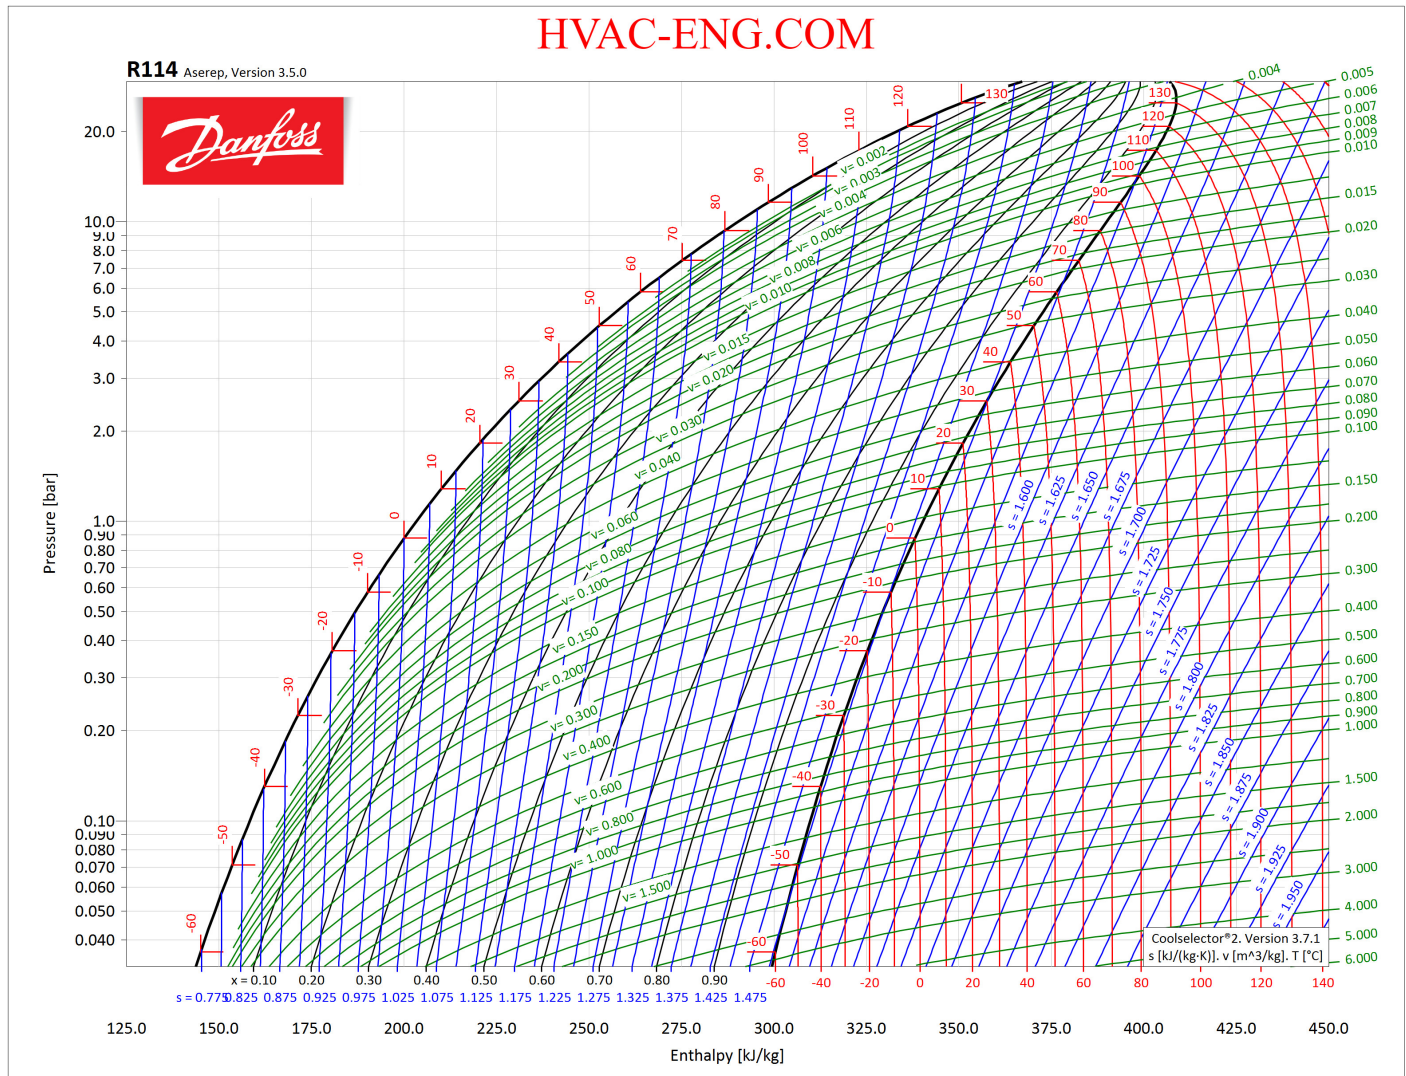

FIGURE 4 – Diagramme enthalpique du R114
On étudie toujours le diagramme d'équilibre liquide gaz d'un corps pur mais cette fois on représente la pression  $P$  en fonction de l'enthalpie massique  $h$ . On l'appelle *diagramme enthalpique* ou *diagramme des frigoristes* ou encore *diagramme de Mollier*. Un exemple est donné sur la figure 4.
- Les isothermes : elles sont en rouge sur la figure 4. La phase liquide est une phase condensée ainsi  $dH = c_p dT$  donc une isotherme est une ligne verticale (isenthalpe). Dans la zone d'équilibre liquide-gaz les isothermes sont horizontales car là  $T$  fixée le changement d'état se fait à pression constante. Pour un gaz parfait la loi de Joule donne